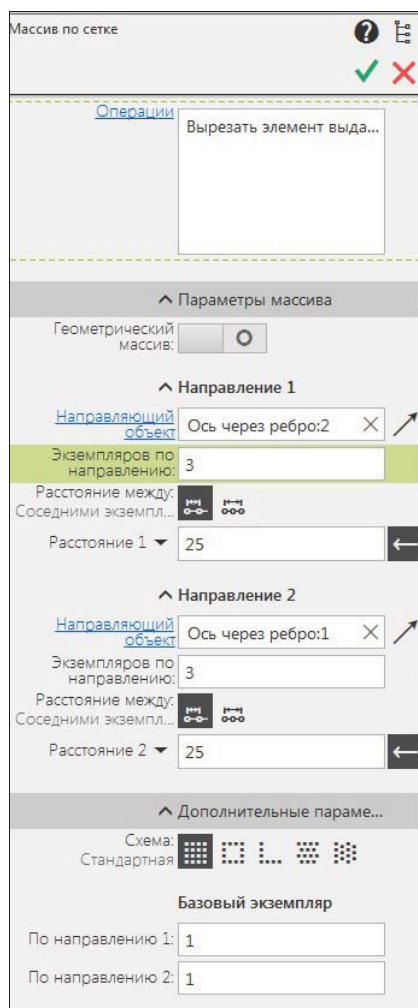

Рис. 21.27. Панель Параметры: Массив по сетке
- ◆ укажите базовое отверстие диаметром 4 мм. На панели **Параметры: Массив по сетке** (рис. 21.27) в окне **Объекты** появилось название **Эскиз4**. Элементы управления данной вкладки практически точно такие же, как на вкладке **Параметры: Массив по сетке** в режиме **Чертеж**;